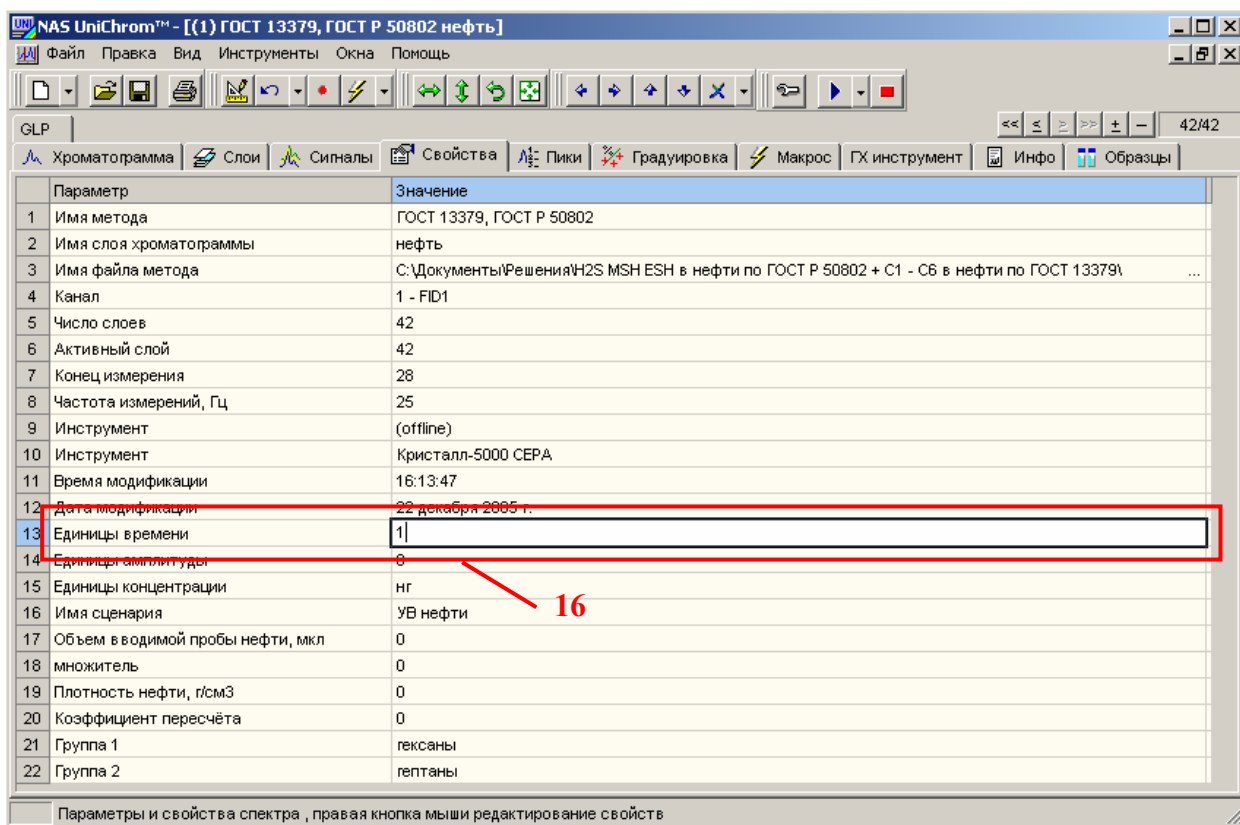

Рис. 28. Изменение размерности шкалы времени в UniChrom.
- В таблице свойств найдите строку, соответствующую параметру «**Единицы времени**» (см. Рис. 28).